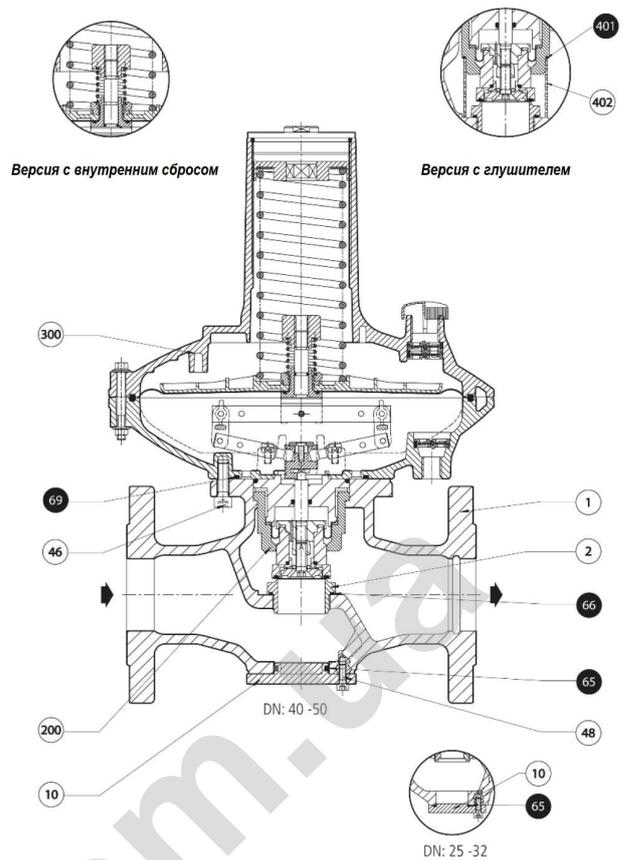

Рис.22
6.1. Таб. 8 РЕГУЛЯТОР DIVAL 600 (рис. 22, 23, 24, 25 и 26)